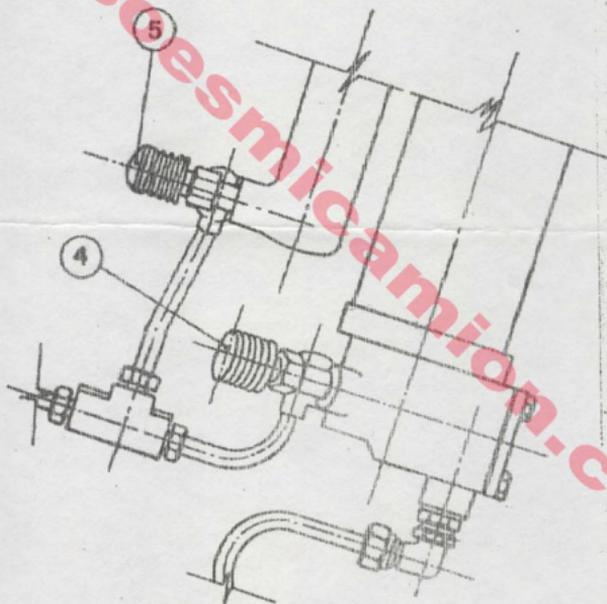
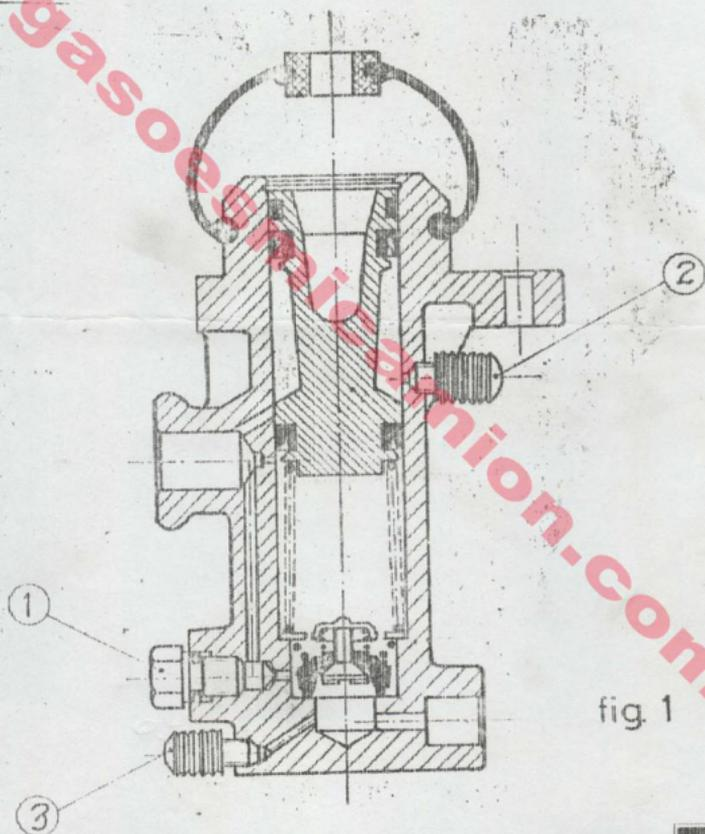

Fig. 2
fig. 1
- 2).- Aflojar el tornillo (1) (fig.1). de la bomba principal.
- 3).- Abrir el purgador (2) (fig.1) del cilindro principal hasta que salga líquido sin burbujas.
- 4).- Apretar el purgador (2).
- 5).- Conectar un tubo de plástico en el purgador (4) (fig.2) del cilindro de ayuda ³ introducir el otro extremo del tubo en un recipiente para evitar su vertido. Aflojar el purgador (4).
- 6).- Pisar el pedal de embrague lentamente hasta alcanzar el fondo. Cerrar el purgador (4) y soltar el pedal de embrague lentamente. Repetir esta operación hasta que salga líquido sin aire por el tubo de plástico, esperando unos segundos entre cada operación.
- 7).- Repetir el punto 6º con el tubo de plástico conectado en el tornillo de purga (5) (fig.2) del cilindro esclavo.
- 8).- Apretar el tornillo (1) (fig.1) de la bomba principal.
- 9).- Conectar el tubo de plástico en el purgador (3) (fig.1) de la bomba principal. Aflojar el purgador (3) y pisar lentamente el pedal de embrague hasta alcanzar el fondo. Cerrar el purgador (3) y soltar el pedal lentamente. Repetir esta operación hasta que por el purgador (3) salga líquido sin burbujas.